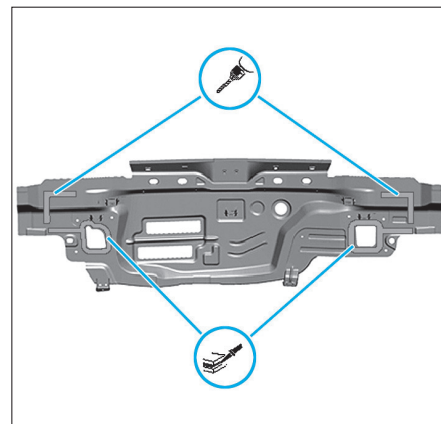

FIG. 117
- Retirer les morceaux de tôle restants (Fig.117).